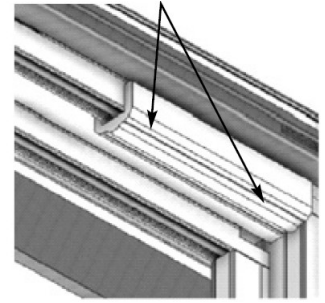

Figura 30
- 8. Instale** el tope del panel (pieza 21) utilizando dos tornillos (pieza 46) a través del centro del tope, a $\frac{1}{4}$ " de cada extremo (figura 30).